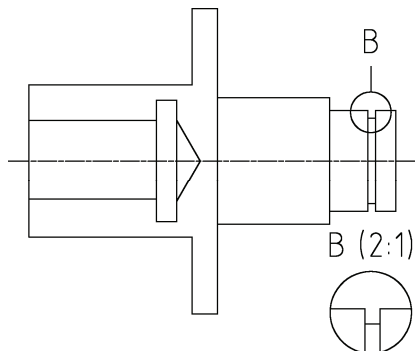

图 2-53 绘制局部详图
15) 执行“局部详图”命令 (amdetail), 在“右视图”中以图示指定位置为圆心, 输入半径 4, 在“局部”对话框中, “局部视图比例”选择“按绝对比例指定 2:1”, “视图名称”填“B”, 勾选“注释引线”, 进入“设置”对话框, 勾选“显示视图边框”复选框, 取消“显示连接线”复选框, 完成并退出对话框, 将视图移动到下方合适位置单击“确定”即可, 如图 2-53 所示。